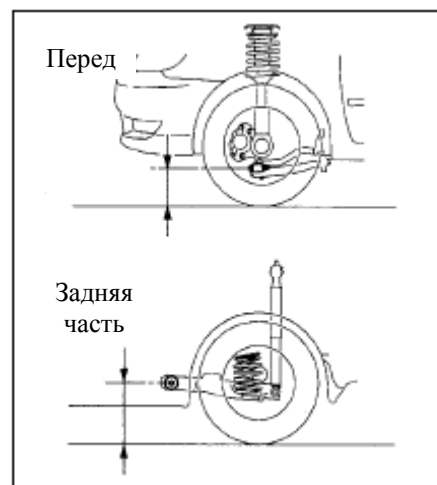

Рис. 170
2. Измерьте высоту автомобиля(рис. 170)